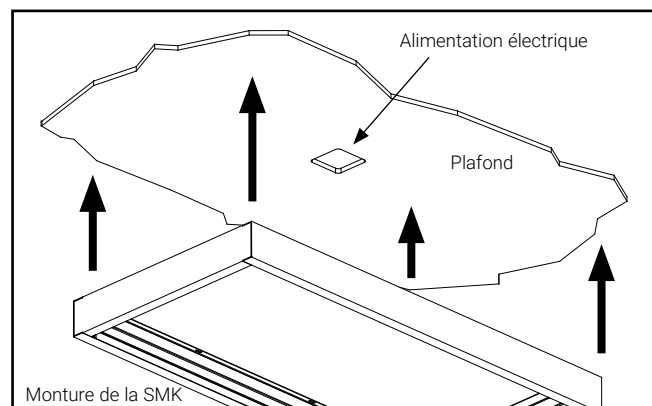

Figure 3.
6. Centrez ou décalez la boîte de jonction de la source d'alimentation ou du conducteur d'alimentation à l'intérieur de la monture de la SMK (Figure 3).
7. Alignez les fentes situées sur chaque panneau de la SMK (A, B et C) avec les montants situés au plafond ou au mur (Figure 3). À l'aide d'un stylo, d'une craie ou d'un outil, marquez l'emplacement des montants en utilisant les fentes comme guide. Assurez-vous que la monture est perpendiculaire avant de la fixer complètement au plafond. Les fentes vous permettent d'effectuer des réglages une fois la monture fixée.